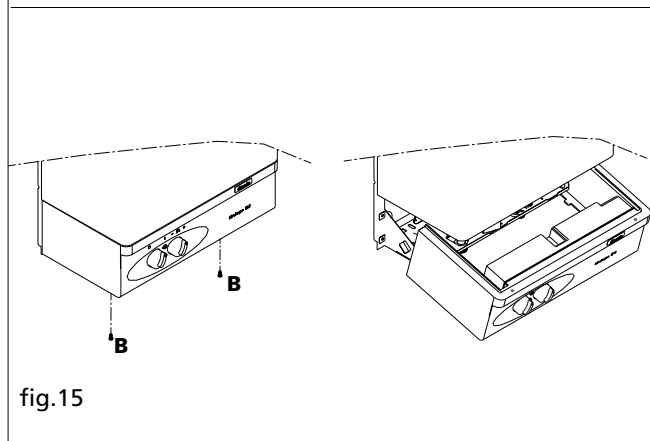

fig.15
- togliere le viti B (fig.15)
- far scorrere il cruscotto verso l'esterno e farlo ruotare fino alla posizione di fermo (fig.15)